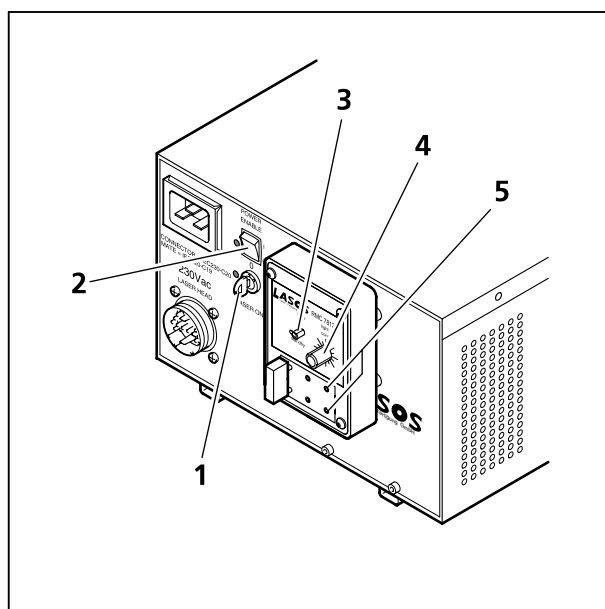

Fig. 2 Unidad alimentadora del láser Ar-ML
- Al necesitar el láser Ar-ML, gire el interruptor de llave (Fig. 2/1) a la posición LASER ON y encienda el láser mediante el interruptor basculante de la unidad alimentadora (Fig. 2/2). Se mantiene el láser automáticamente en el modo de espera (Standby) durante 5 minutos para que pueda calentarse.
- Ponga el conmutador STANDBY (Fig. 2/3) al modo láser. Una vez transcurrido el tiempo de calentamiento de 5 minutos, el láser necesitará unos 50 s más para alcanzar la potencia de salida ajustada (LED verde).
- Ajuste la etapa de potencia requerida mediante el botón de mando (Fig. 2/4) (la etapa estándar corresponde a la posición de las 11 horas en un reloj).